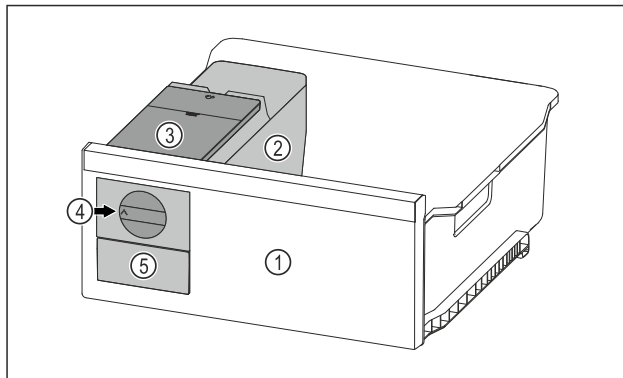

Fig. 120 Simbolična slika
- ▶ Vrtljivi gumb Fig. 120 (4) obrnite do konca v smeri urinih kazalcev.
- ▷ Kocke ledu iz posode za ledene kocke padajo v predal za ledene kocke Fig. 120 (5).